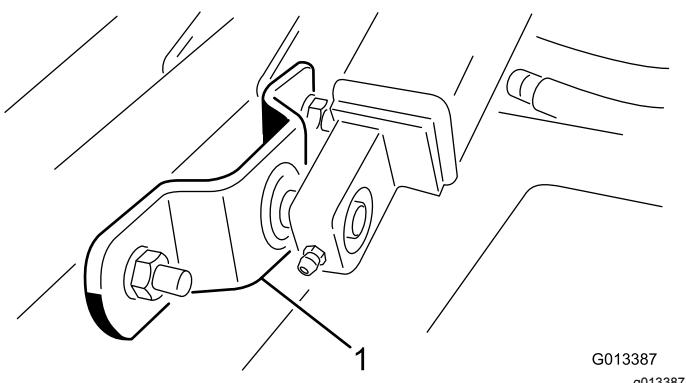

Figura 8
12. Retire los pernos, las arandelas y las contratuerzas que sujetan los soportes de los brazos de elevación a los tubos de los brazos de las ruedas giratorias (Figura 8).